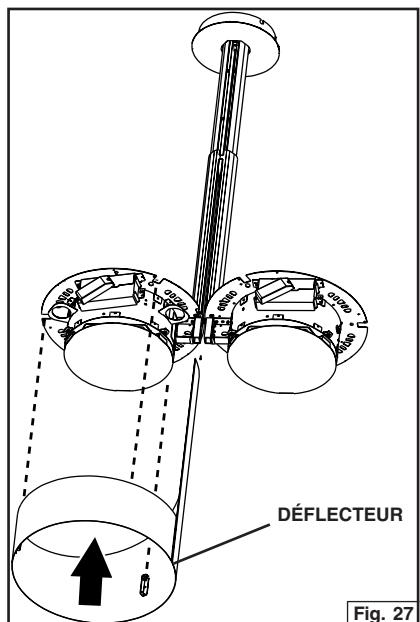

Fig. 27
1. Glissez d'abord le déflecteur entre les bras de support. Assurez-vous que les supports de fixation sont au-dessus de la bride de l'unité motorisée. Fig. 27 et Fig. 28.